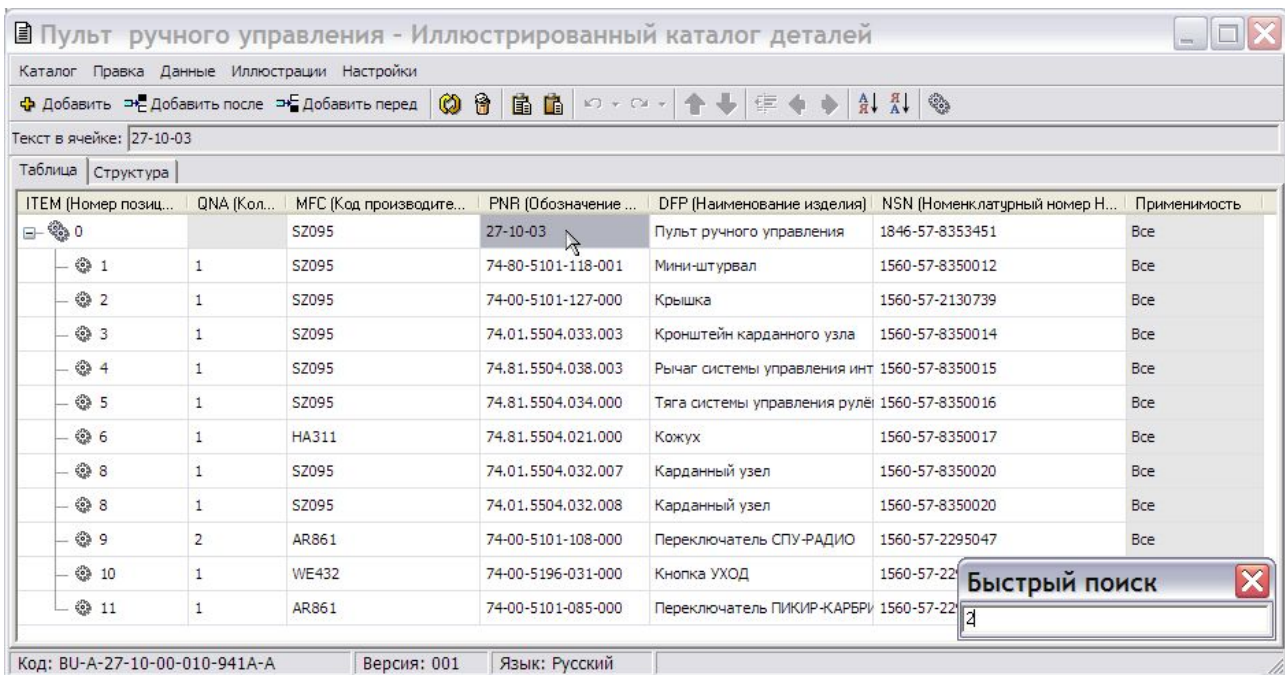

Рис. 4.37
2. Начните набирать искомый текст. При этом в углу окна редактора появится окно быстрого поиска с введенным символом, а подсветка переместится на ячейку столбца, в которой есть введенный символ (Рис. 4.37).